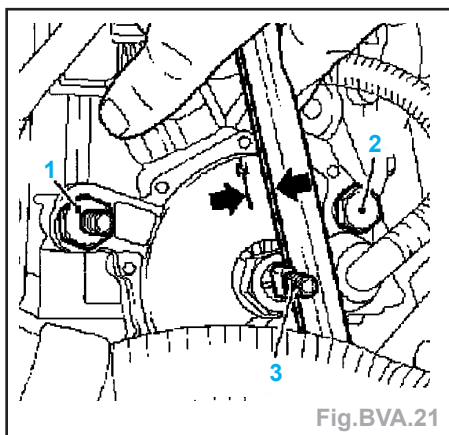

Fig.BVA.21
- Dévisser l'écrou (4) et détacher le levier de commande (3).
- Placer l'arbre du levier de sélection (3) en position «N» (Fig.BVA.21) :